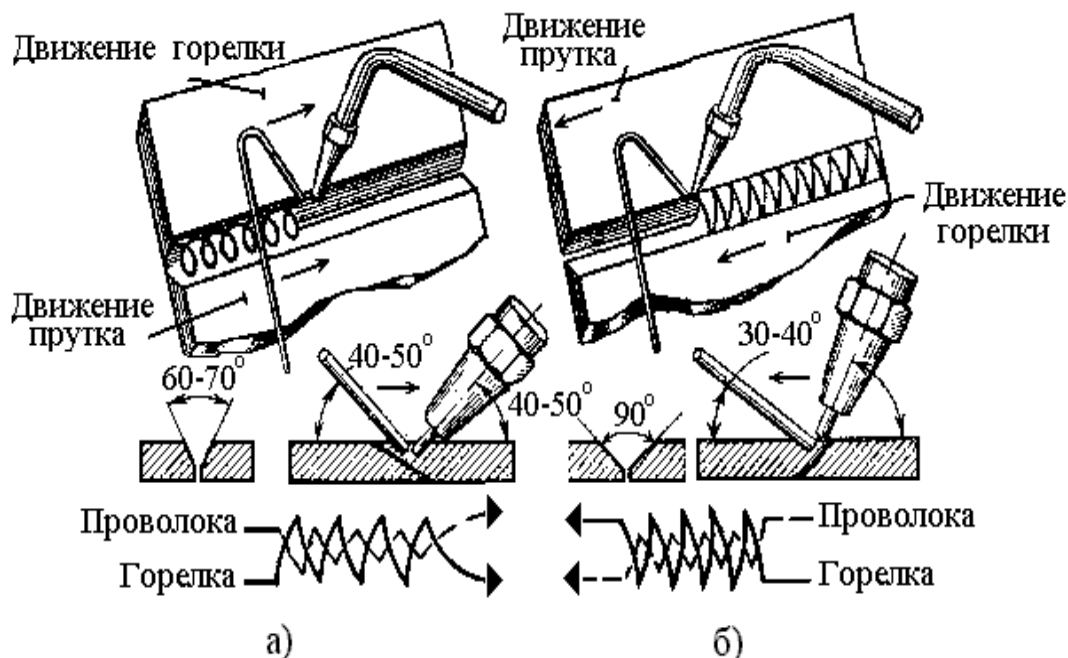

Рис.1 Способы газовой сварки: а- левый; б – правый.
*Правый способ* сварки (рис.1,б) – это такой способ, когда сварку выполняют слева направо, сварочное пламя направляют на сваренный участок шва, а присадочную проволоку перемещают вслед за горелкой.